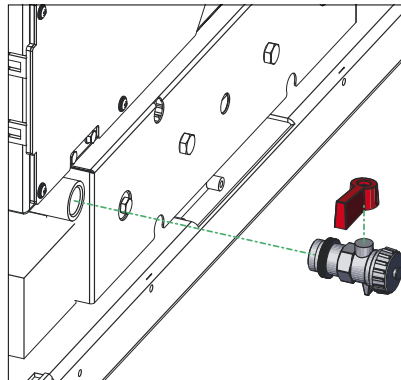

Fig. 22 Füll- und Entleerhahn eindrehen und Griff wieder aufstecken
- ▶ Füll- und Entleerhahn rechts seitlich unten am Kessel eindrehen. Griff wieder aufstecken – Fig. 22.